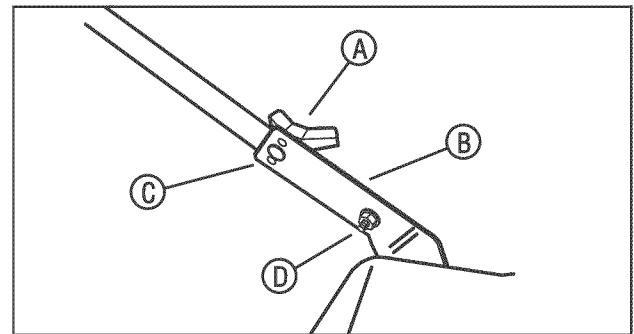

Figura 4: ajuste de la altura de la manija
1. Retire las tuercas de alas (A, Figura 4), las arandelas (no mostradas) y los pernos de las abrazaderas izquierda y derecha del mango (C).